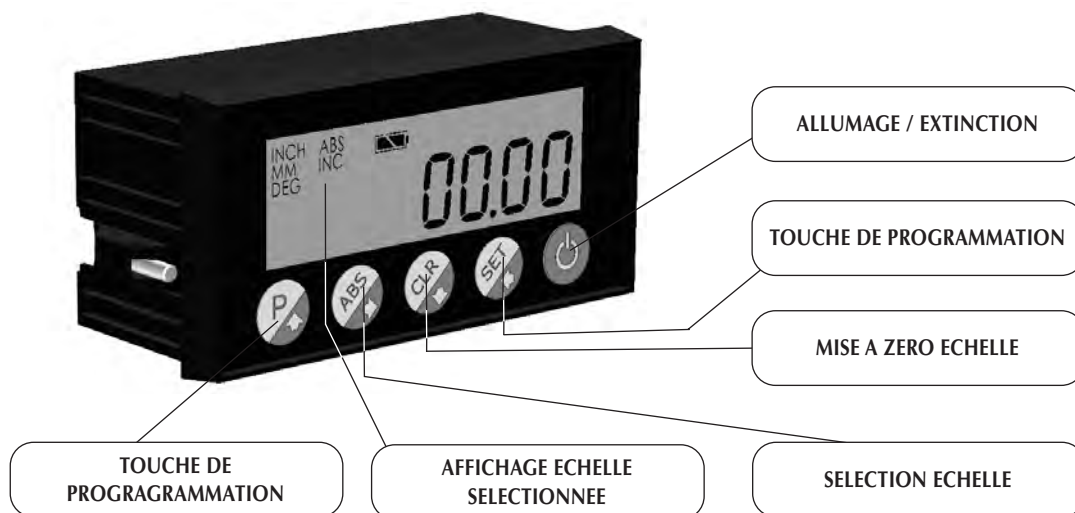

Fig. 5.4
4. Allumer la machine en actionnant l'interrupteur réf. 4 Fig. 5.1 et successivement allumer les displays en agissant sur la touche  Fig. 5.4
5. Mettre à zéro les deux échelles des displays en agissant sur la touche "CLR". Fig. 5.4 (chaque display dispose de deux échelles indépendantes entre elles "ABS" et "INC", qui peuvent être rappelées avec la touche "ABS")
- 3 Rappeler dans le display l'échelle "ABS" en actionnant la touche "ABS" **Fig. 5.4**
- 5 Rappeler dans le display l'échelle "INC" en actionnant la touche "ABS" et la mettre à zéro en appuyant sur la touche "CLR" **Fig. 5.4**
- 3 Rappeler dans le display axe X l'échelle "ABS" en actionnant la touche "ABS" **Fig. 5.4**
- 6 Rappeler dans le display axe Y l'échelle "INC" en actionnant la touche "ABS" et la mettre à zéro avec la touche "CLR" **Fig. 5.4.**